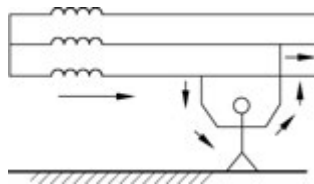

图 1-12 两相触电示意图
(2) 两相触电。两相触电是指人体两处部位同时触及同一电源的两相带电体,或在高压系统中,人体距离高压带电体小于规定的安全距离,造成电弧放电,电流从一相导体流入另一相导体的触电方式,如图 1-12 所示。这种触电情况下,人体所承受的电压为线电压($380\ \text{V}$),并且电流流经心脏,会造成更大的危险。